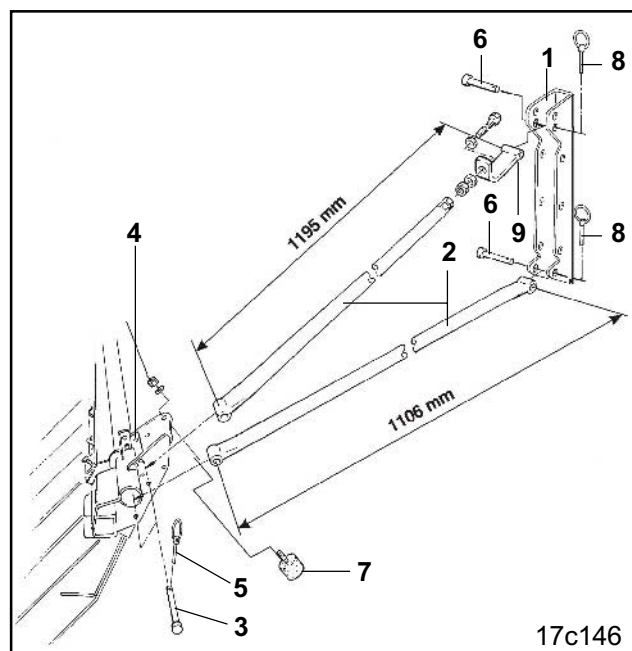
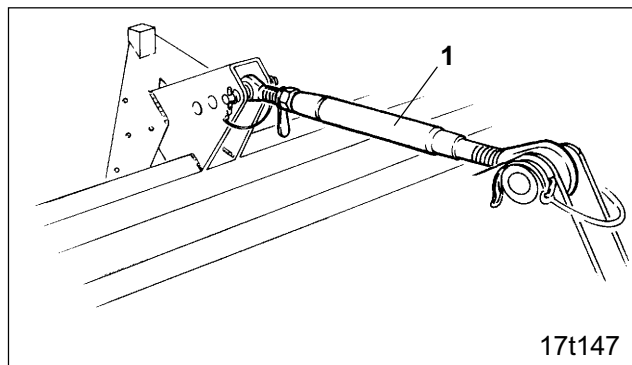

Fig. 25.3
Fig. 25.7
Приемные элементы (Рис. 25.3/1) прикрутите к боковым частям посевного агрегата.
- Прикрутите резинометаллический упор (Рис. 25.3/7).
- Крепежные трубы (Рис. 25.3/2) закрепите пальцами (Рис. 25.3/3) на креплениях (Рис. 25.3/4) выравнивателя и зафиксируйте при помощи фиксирующих пальцев с пружинной защелкой (Рис. 25.3/5).
- Крепежные трубы (Рис. 25.3/2) закрепите пальцами (Рис. 25.3/6) в приемных элементах (Рис. 25.3/1) и фиксируйте пальцами с пружинной защелкой (Рис. 25.3/8).
Эта настройка производится путем удлинения или укорачивания верхней тяги (Рис. 25.7/1), которой прикреплен посевной агрегат.
Если хода верхней тяги (Рис. 25.7/1) не хватает, длина верхней крепежной трубы регулируется на крепежных накладках (Рис. 25.3/9).